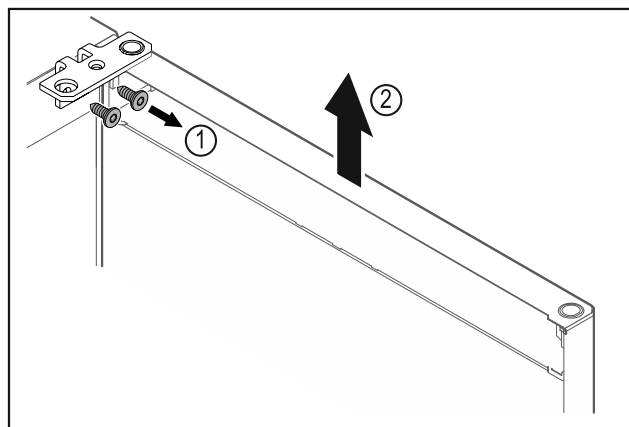

Fig. 9
- Odvijte kotnik tečaja vrat Fig. 9 (1).
► Vrata s kotnikom tečaja Fig. 9 (2) dvignite za približno 200 mm naravnost navzgor in jih snemite.